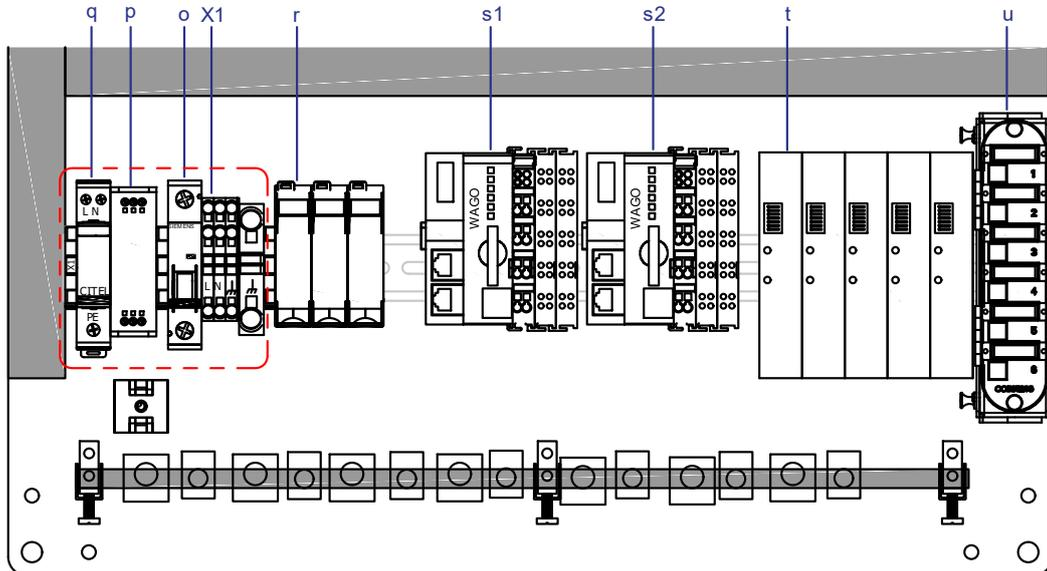

Fig. 8 Módulo de conexión, detalles
¡Peligro de muerte! La zona marcada en rojo en la Fig. 8 está bajo tensión.
2. Conecte el(los) cable(s) al(los) descargador(es) de sobretensión (“q” en la fig. 8 de la pág. 12) o al conmutador Ethernet (“l” en la fig. 5 de la pág. 11).